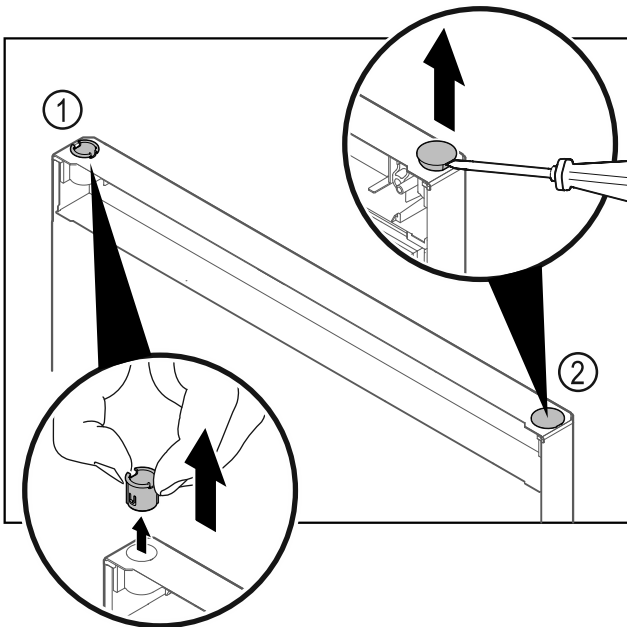

Fig. 11
- Scharnierbus Fig. 11 (1) met de vingers eruit trekken.
- Afdekstop Fig. 11 (2) voorzichtig met een sleufschroevendraaier optillen en eruit trekken.